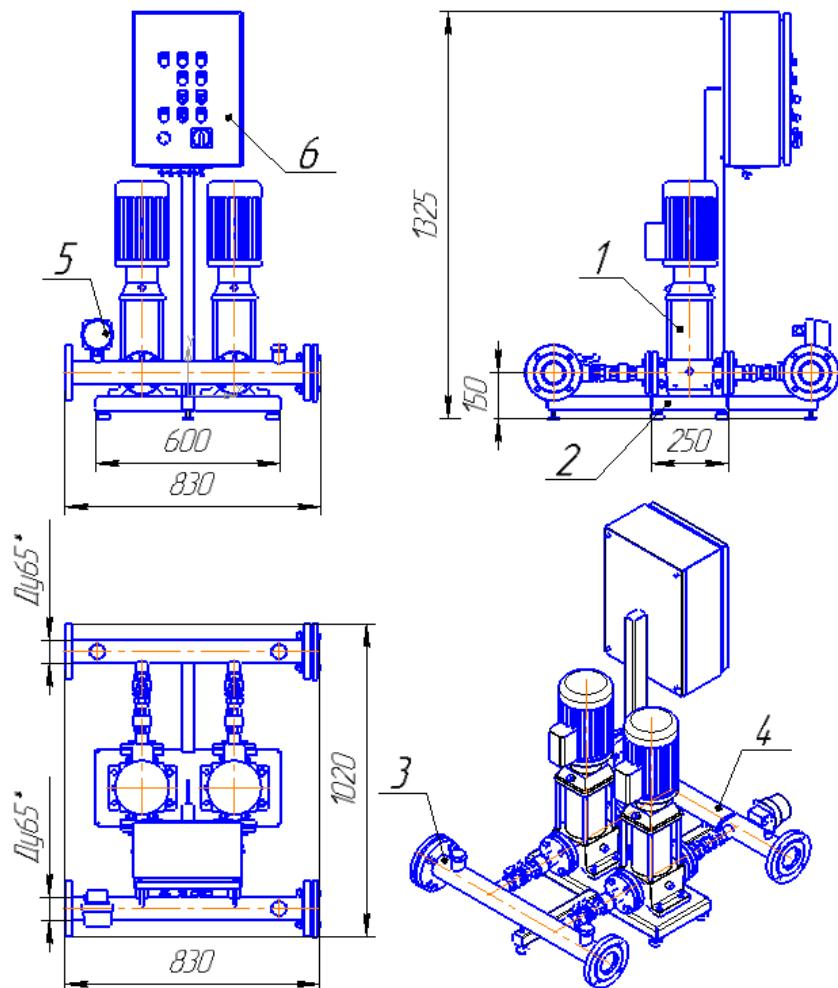

Рис. 1 Внешний вид станции.
3.1 В состав станции (см. рис. 1) входят два основных перекачивающих насоса LVR 3-7 (поз. 1), установленных на основании (поз. 2). Подача перекачиваемой жидкости осуществляется через всасывающий коллектор (поз. 3). Перекачиваемая жидкость через всасывающий коллектор распределяется по насосам и далее, через нагнетательный коллектор (поз. 4) поступает в сеть подачи жидкости потребителям. Контроль давления перекачиваемой жидкости осуществляется с помощью манометра сигнализирующего (поз.5), установленного на нагнетательном коллекторе, который обеспечивает работу схемы управления, смонтированной в корпусе пульта управления (поз.6).